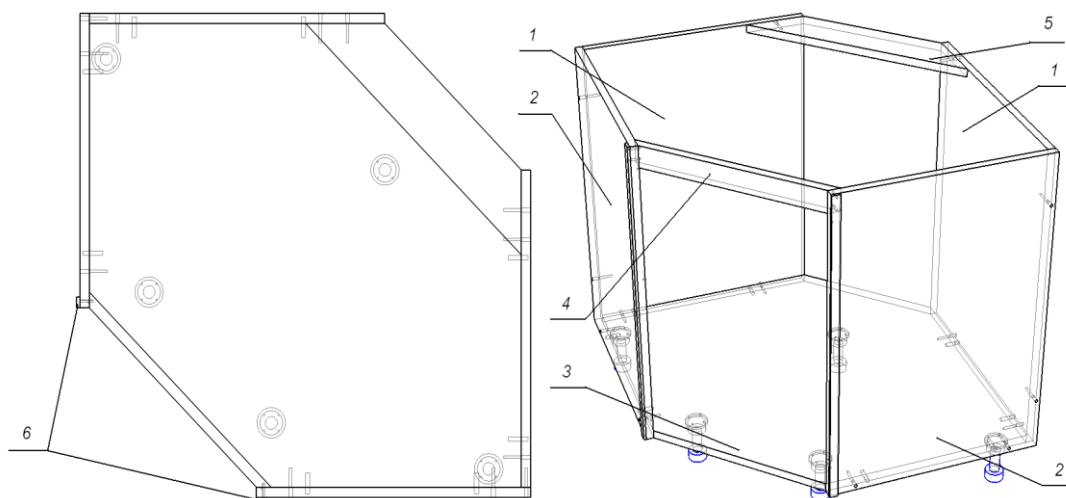

Рис. 42
4. Сборка корпуса мойки M04 (Рис. 42):